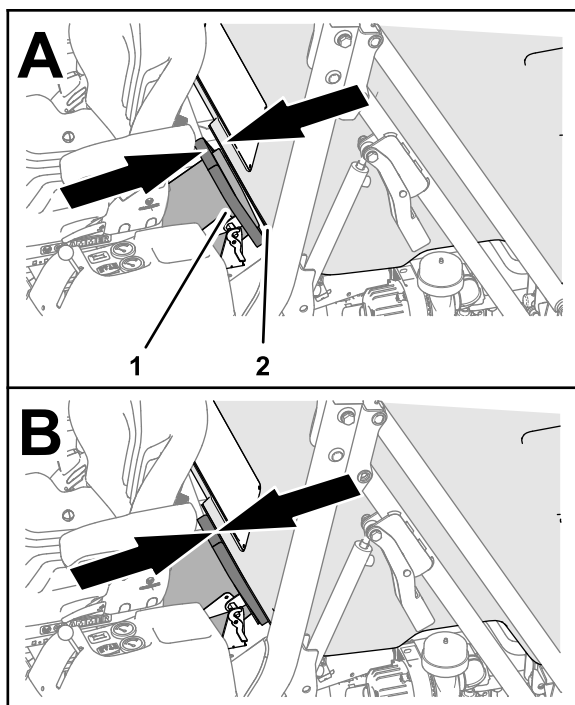

Рисунок 137
2. Сдвиньте бункер вперед или назад так, чтобы входное отверстие бункера было совмещено с уплотнением разгружающего спуска (Рисунок 137).